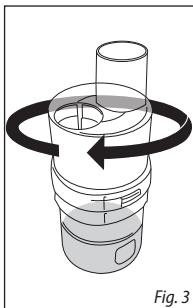

Fig. 3
Paso 3: Vuelva a colocar la tapa del nebulizador y hágala girar para cerrarla; tire suavemente de la tapa para asegurarse de que esté fija, Fig 3.